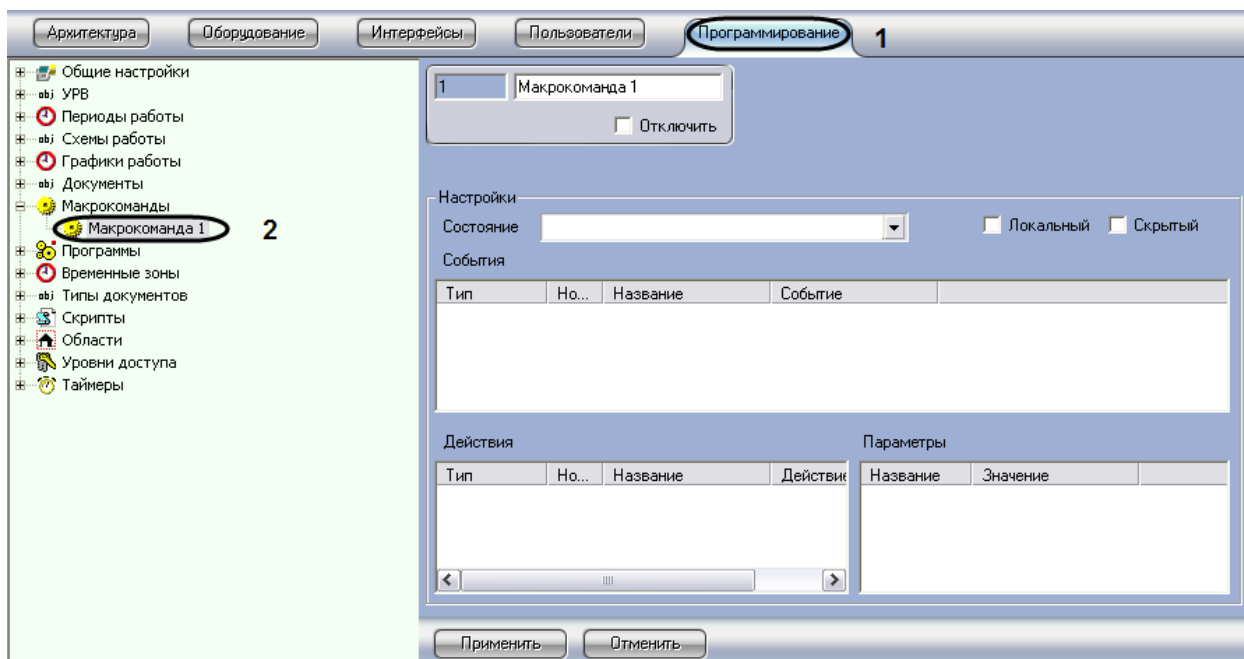

Рис. 3.4—11 Панель настроек объекта «Макрокоманда»
3. Открыть вкладку «Оборудование» диалогового окна «Настройка системы» программы «Интеллект» (Рис. 3.4—12, 3).